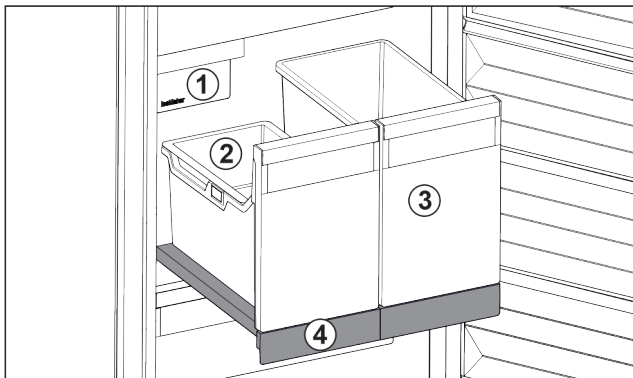

Fig. 79 Витяжна панель IceTower
- (1) IceMaker
- (2) Підвісний лоток для кубиків льоду
- (3) Резервуар наприклад для піци, алкогольних напоїв
- (4) Витяжна панель
На витяжній панелі є два високих резервуари(IceTower). В резервуарі Fig. 79 (2) кубики льоду з IceMaker збираються та зберігаються. Резервуар Fig. 79 (3) придатний для зберігання високих харчових продуктів, таких як піца та алкогольні напої.